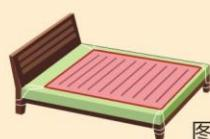

图2
- 2、选用的带绊扣的电热毯：应将电热毯四角用带子穿过绊扣与床角固定或捆绑在床垫上，以防电热毯折皱使用引起局部过热而损坏。图2